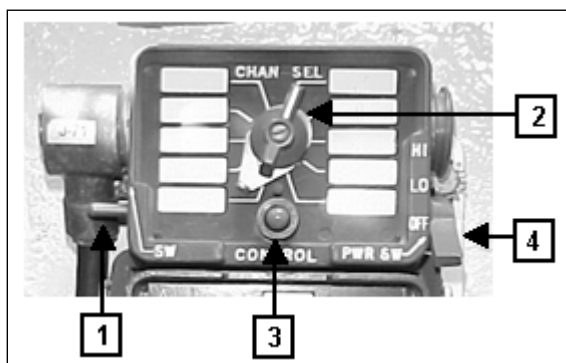

Fig 8-47. Controle Seletor de Frequências C-2742/VRC
(1) Descrição - O C-2742/VRC permite o controle de alimentação e a seleção de canais pré-sintonizados de um RT-246/VRC para um local afastado do rádio, mas dentro da instalação. Todos os conectores e controles estão na parte externa. Nos lados estão um conector de alimentação e de controle e um seletor. Na parte frontal estão localizados um indicador e uma chave seletora complementar. As orelhas de fixação se projetam dos lados para a instalação do C-2742/VRC acima de um C-2298/VRC. Quatro parafusos cativos prendem a tampa com junta de vedação ao fundo do C-2742/VRC. A tampa tem mais duas alças de fixação para instalação. (Fig 8-47)